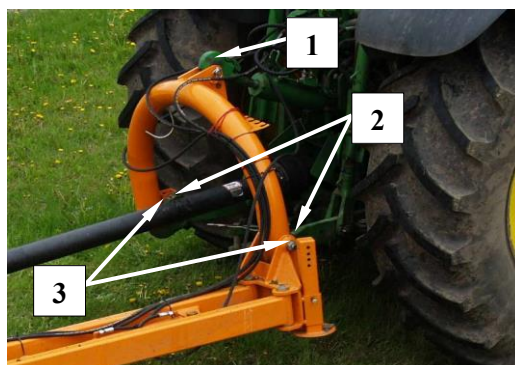
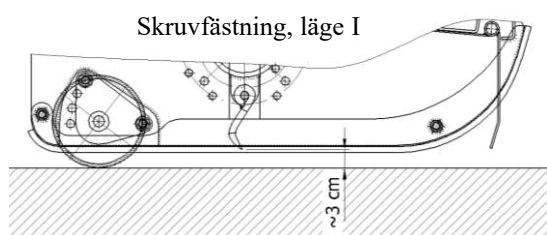
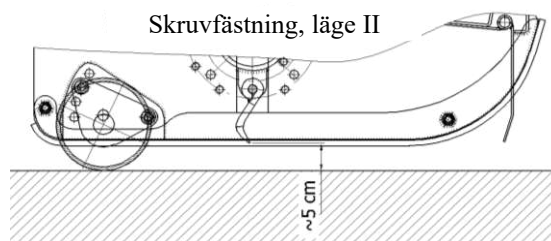
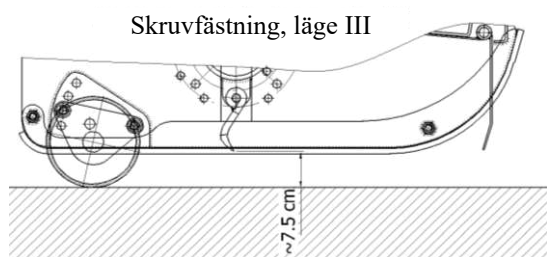

Bild 13. Gräsklipparen ansluten till traktorn
Bild 24. Läge I, klipphöjd: ~ 3cm
Bild 25. Läge II, klipphöjd: ~5 cm
Bild 26. Läge III, klipphöjd: ~ 7,5 cm
Koppla klipparen till traktor med 3-punktslyft som visas på **Bild 13**. Justera så att glidskenan är vinkelrät mot marken. Efter upphävandet av maskinen på ett plant underlag, justera inställningen med toppstången (1) och dragarmarna (2) av traktorns nedre länkar (**Bild 13**).
Placera fästen (2) för traktorns nedre dragarmar på bultarna (3) i gräsklipparens upphängningsram. Anslut hydraulledningarna till traktorns två sektioner (Bild 13).
För att rikta upp gräsklipparen, gör följande åtgärder: justera inställningen av klippenheten till önskad klipphöjd med muttern till upphängningssystemets övre kopplingsanordning. Klipphöjden ökas när längden på kopplingsanordningen blir större (1) (**Bild 13**) och minskas när längden på kopplingsanordningen blir mindre. För att ställa in önskad klipphöjd, utför följande steg: förinställd klipphöjd är c:a 3 cm (**Bild 24** - poz. I). Ändring av klipphöjden på resp. 5; 7, 5 och 8 cm. (**Bild 25** - poz. II; **Bild 26** - poz. III; **Bild 27** - poz. IV) kan erhållas genom att ta bort skruvarna som fixar stödrulle. Montering ska göras enligt följande ritningar.